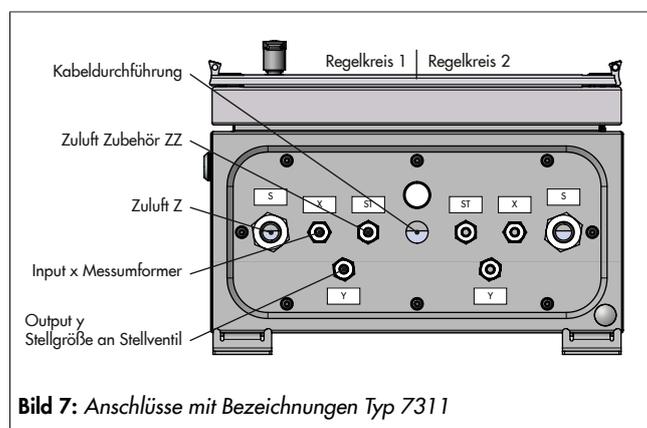

Bild 7: Anschlüsse mit Bezeichnungen Typ 7311
2. Alle benötigten Zuleitungen anschließen, vgl. Anschlussplan Bild 7.